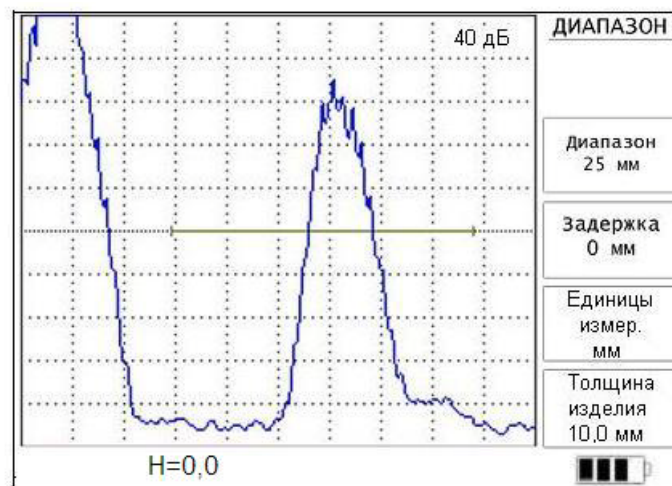

Рис.5.6.
5.4.1. Меню «**ДИАПАЗОН**» содержит следующие параметры (рис.5.6).